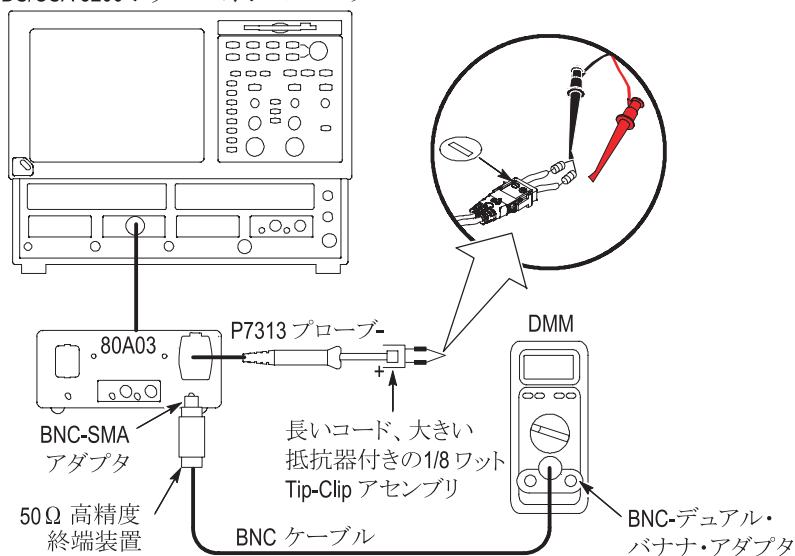

図 10：出力オフセット 0 検査用の構成
1. 図 10 に示すように機器を接続します。
3. 2 つの Tip-Clip リード線を短絡させます（図 10 を参照）。